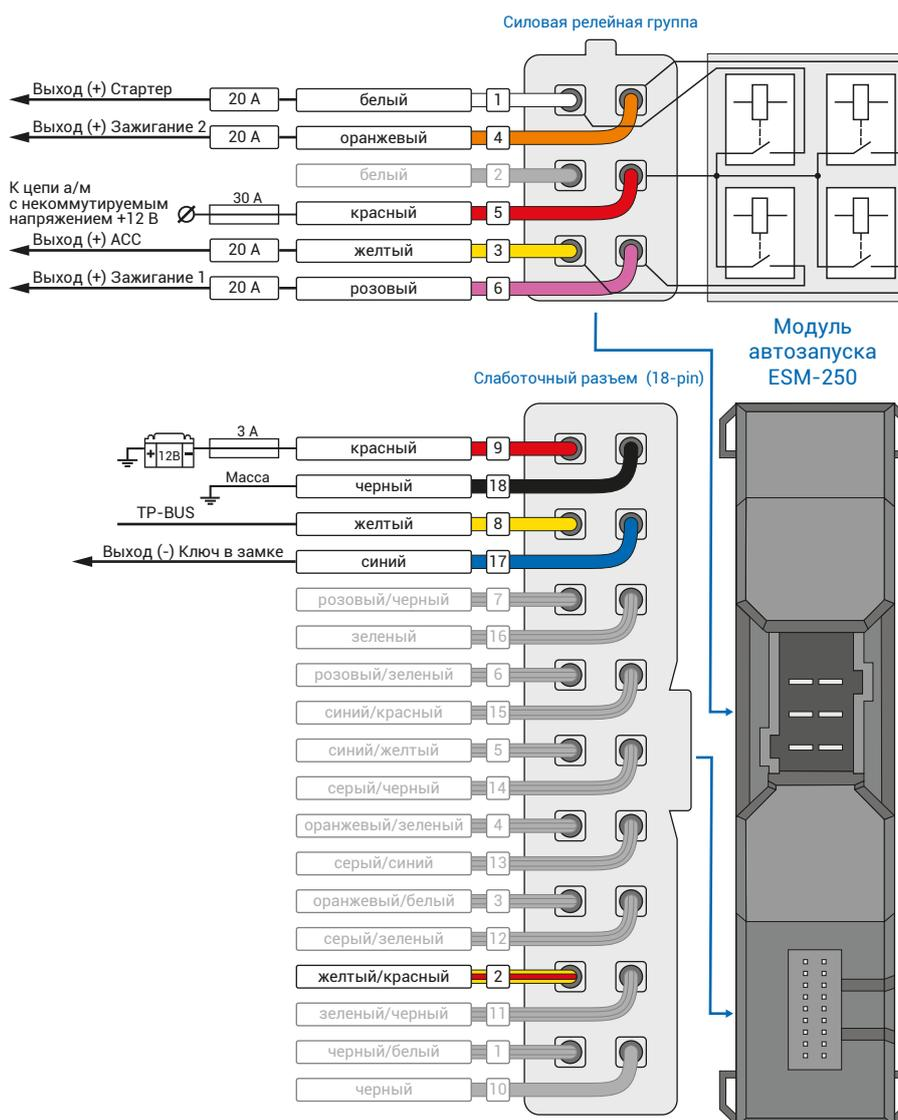
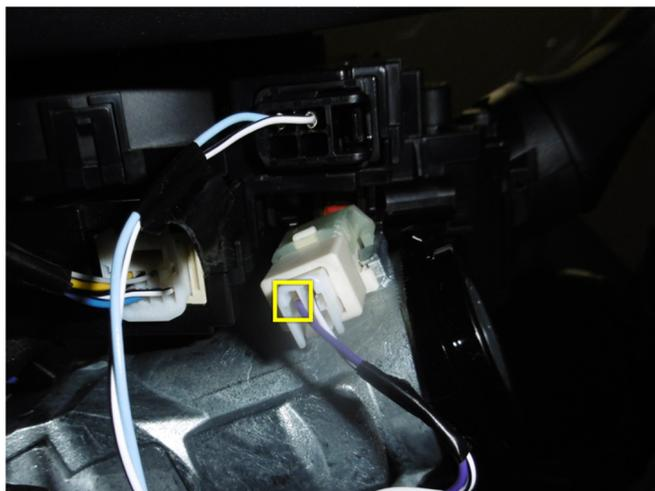

Рис.3 Подключение модуля автозапуска ESM-250
Рис.7 Ключ в замке
3. Подключите модуль автозапуска ESM-250 – выводы модуля, которые требуется подключить выделены на рис. 3. Подключение производится непосредственно у замка зажигания (см. рис. 5, 6). Так же требуется подключение к проводу а/м, на котором присутствует статус «ключ в замке» (см. рис. 7).